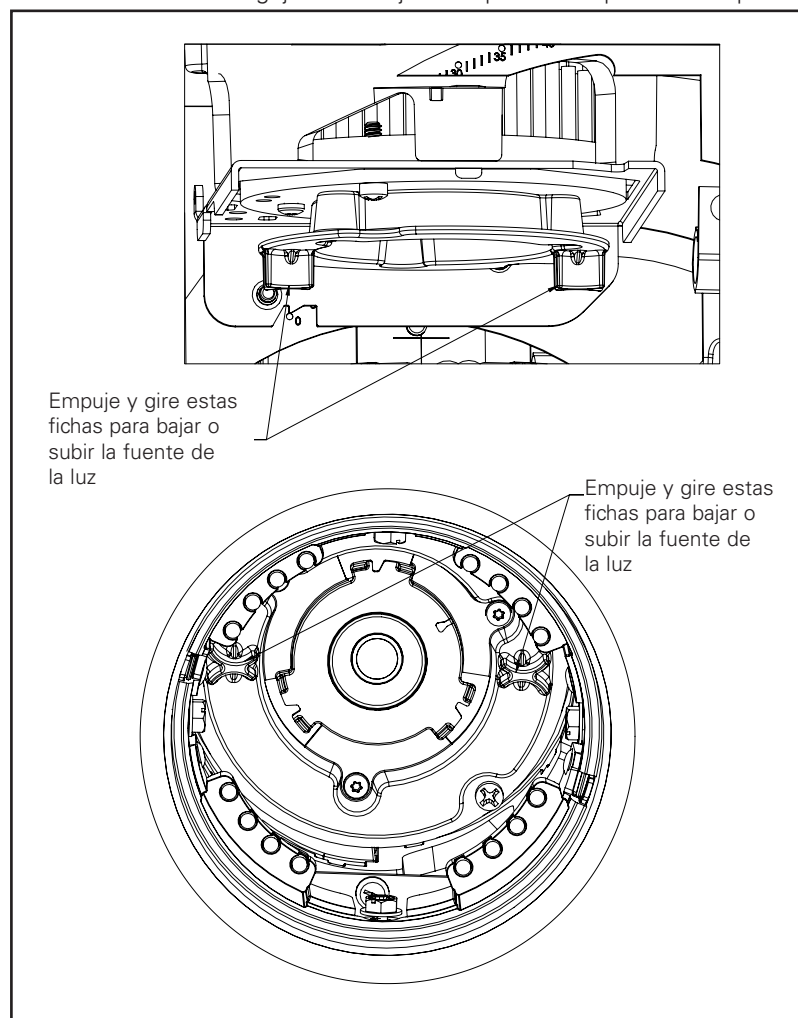

Figura 15
3. Para bajar la posición, empuje suavemente hacia arriba la fuente de la luz mediante el uso de las fichas del soporte del LED y luego gírela en sentido contrario a las agujas del reloj hasta que sienta que está bloqueada en su posición (Figura 15).